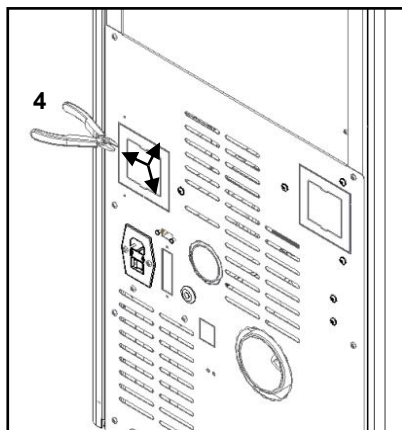

Figure 127 - Retrait du couvercle arrière
d) A l'arrière de l'appareil, retirer le couvercle marqué sur la Figure 127, en coupant dans les zones marquées avec une pince coupante (4).